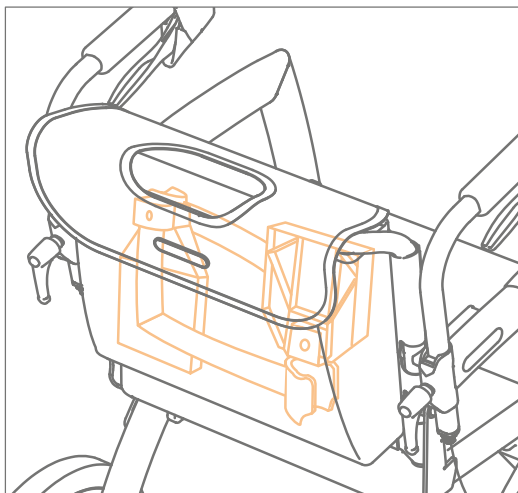

Figure 48: Ranger les repose-pieds en miroir.
- a.** Enlevez les repose-pieds. Ensuite faites glisser les porte-pieds vers le haut jusqu'à ce qu'ils sortent de leurs porte-repose-pieds. Rangez-les dans le sac du kit chaise roulante, en miroir **(Figure 48)**.